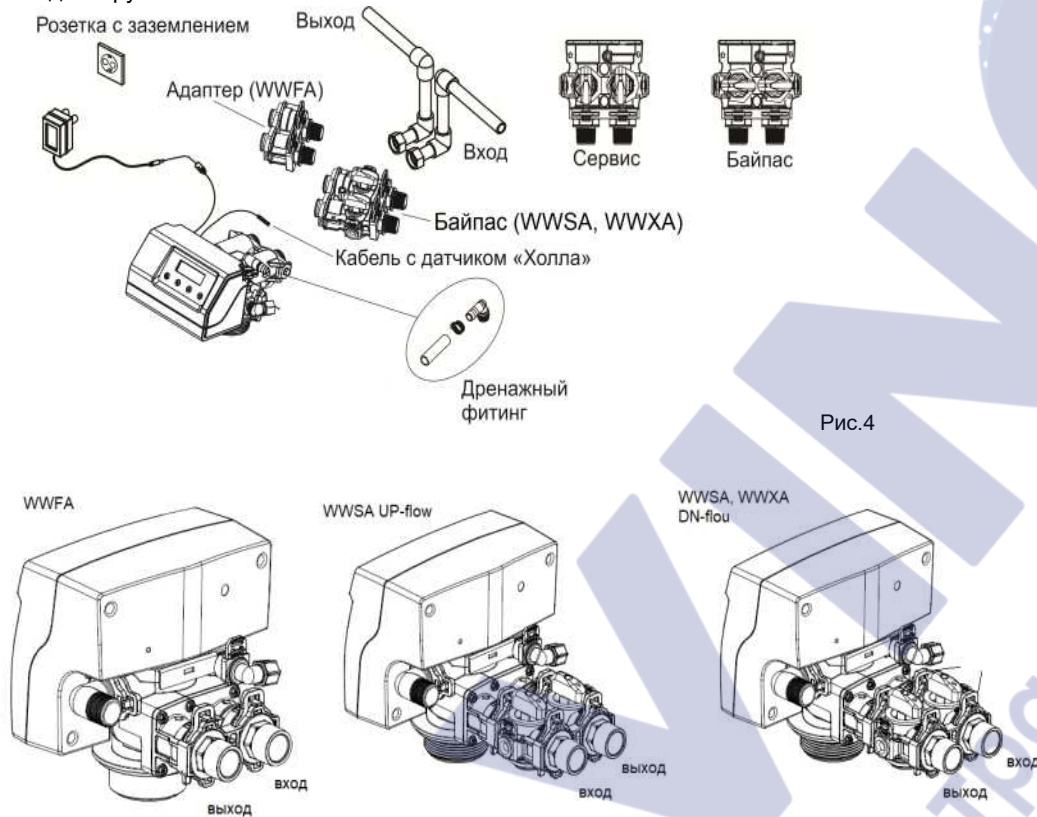

Рис.4,1
рис. 4 для BNT185 и
9.9 В Системах реагентного обезжелезивания соедините переливной уголок, расположенный на задней стенке солевого бака, с канализацией при помощи гибкого шланга  $\frac{3}{8}$ " (10 мм) (рис.4).